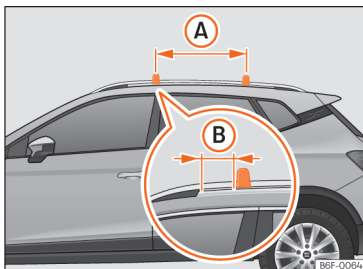

Fig. 148 Pontos de fixação das barras longitudinais para o porta-bagagens de tejadilho.
As barras transversais montam-se nas barras laterais do tejadilho. A distância entre barras transversais >>> Fig. 148 (A) deverá ser 75 cm e a distância das barras transversais aos suportes das barras laterais do tejadilho (B) deverá ser de 5 cm.